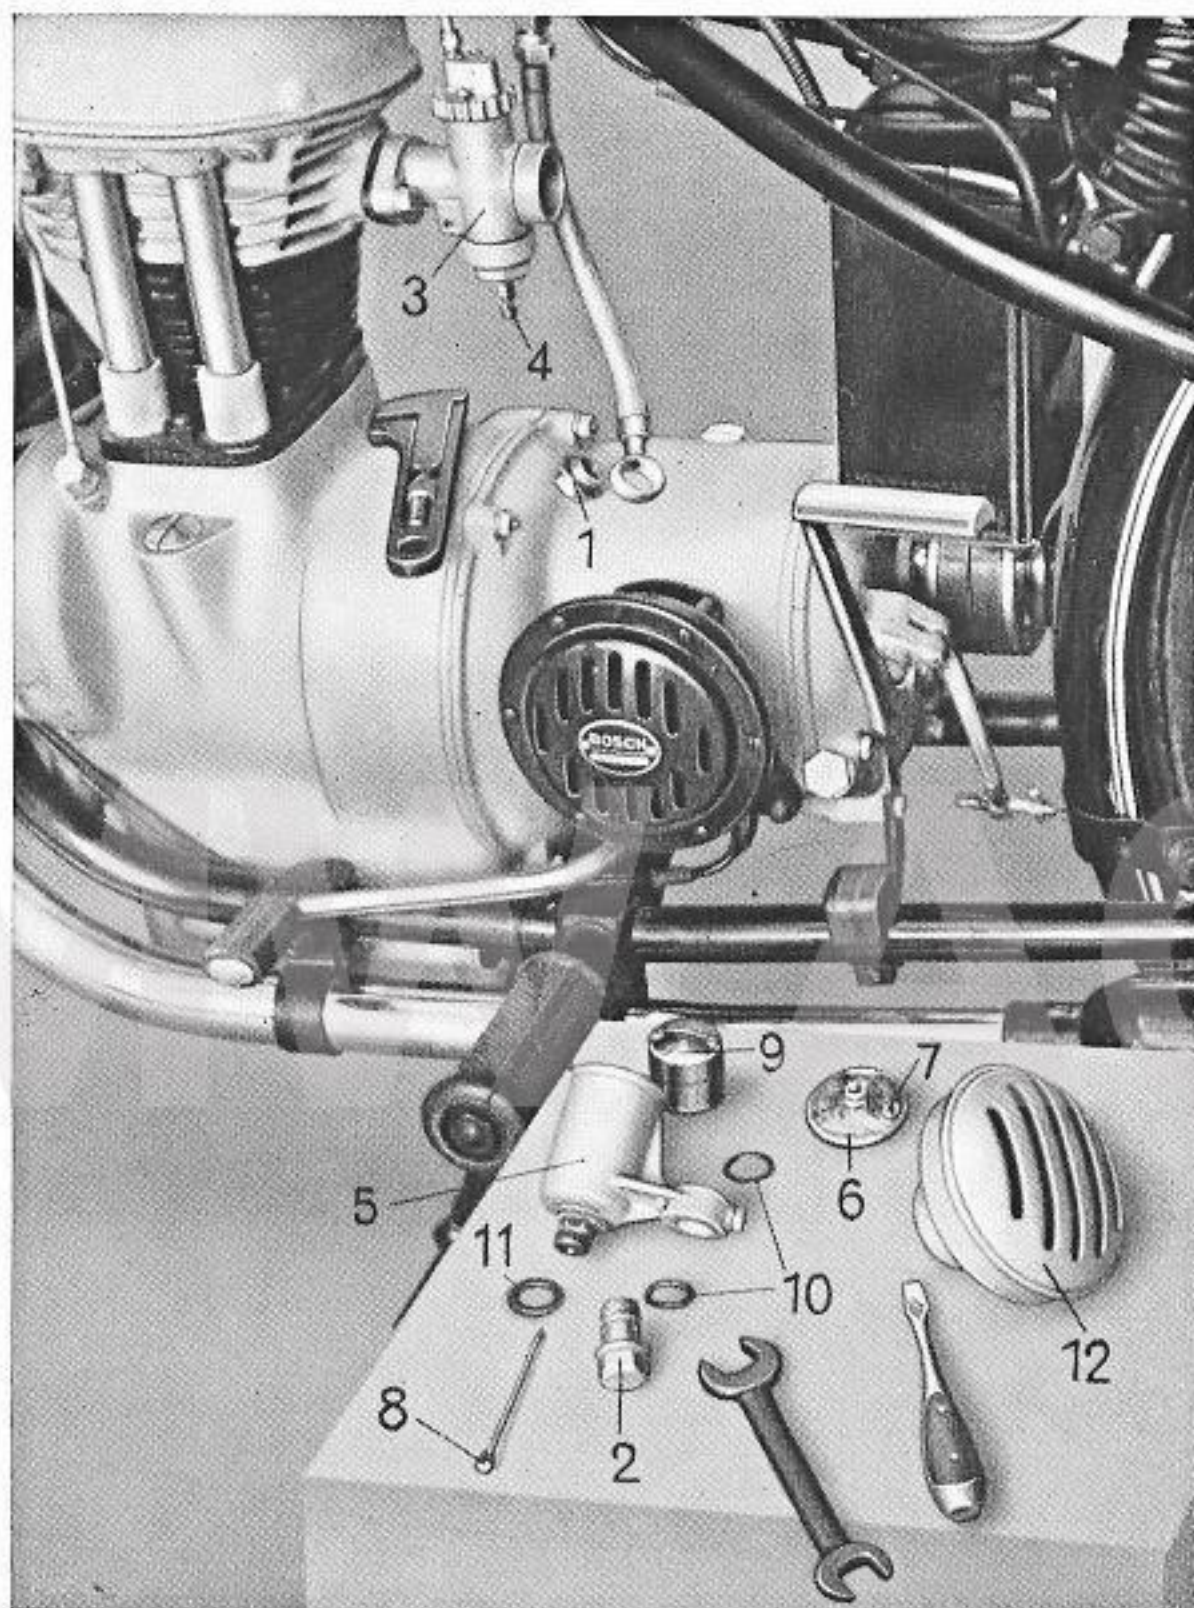

Bild 8. Reinigen des Vergasers
Abhilfe wird wie folgt geschaffen: Bei geschlossenem Kraftstoffhahn löst man die Schraube (1 Bild 8) und kann nun die Kraftstoffleitung vom Schwimmergehäuse (5) abnehmen. Durch kurzes Öffnen des Tankhahnes kann nun festgestellt werden, ob der Kraftstoffzufluß zum Vergaser ungehindert erfolgt. Ist das nicht der Fall, so muß der Absperrhahn auseinandergenommen und das darin befindliche Sieb (3), sowie der zum Zurückhalten von Wasser dienende Teil (2) gründlich gereinigt werden. Ist hier alles in Ordnung, der Fehler aber noch nicht behoben, so muß der Vergaser auseinandergenommen und gereinigt werden.
Bei geschlossenem Kraftstoffhahn wird die Schraube (1 Bild 8) gelöst und die Zuflußleitung am Schwimmergehäuse abgenommen. Dann kann das Schwimmergehäuse (5) nach Lösen der Halteschraube (2) vom Vergaserkörper (3) abgenommen werden; damit wird die Düse (4) zugänglich und kann herausgeschraubt und gereinigt werden. **Das Säubern der Düsenbohrung erfolgt bei Verstopfung durch Durchsaugen oder mittels eines Roßhaares**